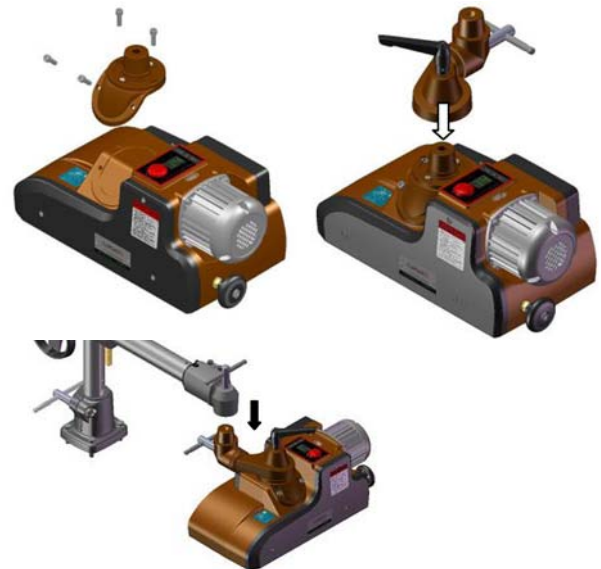

Abb. 24: 90°-Schwenkvorrichtung montieren (falls vorhanden)
Schritt 9: Falls vorhanden, die Basis der 90°-Schwenkvorrichtung oben am Vorschubapparat anschrauben und die Schwenkvorrichtung am Konus festklemmen. Den Vorschubapparat mit dem Feststellhebel am Stativ fixieren (Abb. 24).